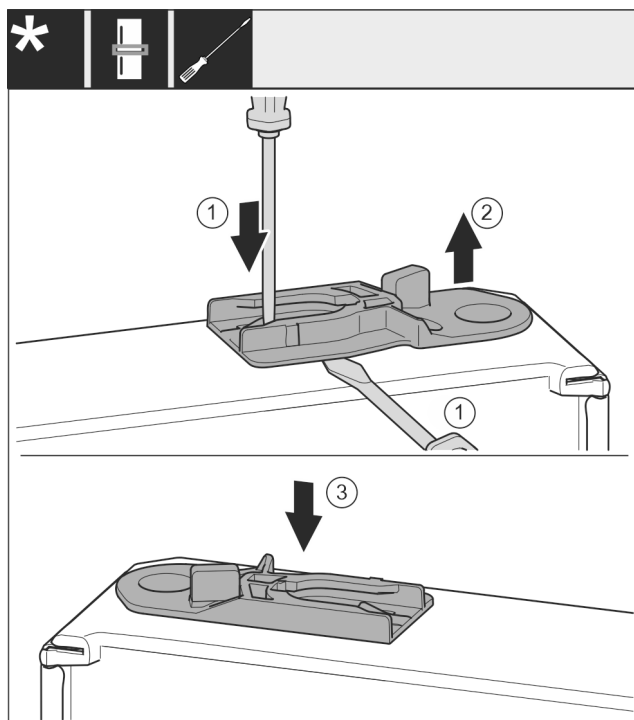

Fig. 38 *
- Izvucite čahuru za vođenje: Ravnim odvijačem pritisnite jezičac i istovremeno umetnite ravni odvijač ispod čahure za vođenje. Fig. 38 (1, 2)*
- Gurnite čahuru za vođenje koja je uključena u isporuku na drugoj strani uređaja. Fig. 38 (3)*